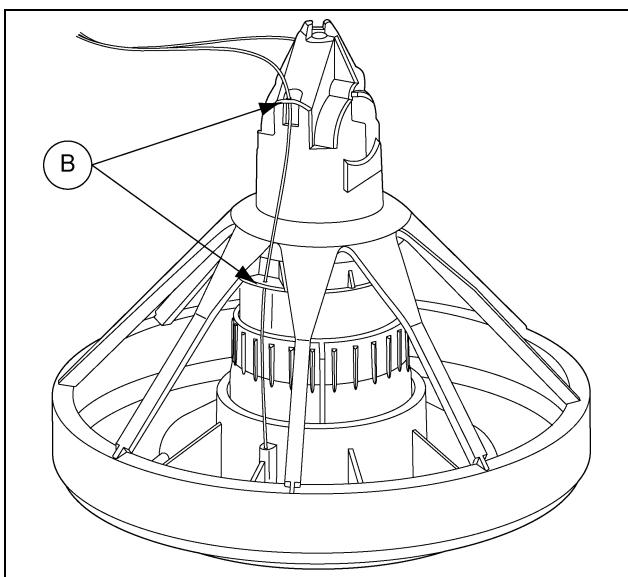

Рисунок 4I
8. После сборки решетки натяните трос уровня корма через направляющие на удлинителе трубы отвода и трубу отвода, как показано на Рисунок 4I.